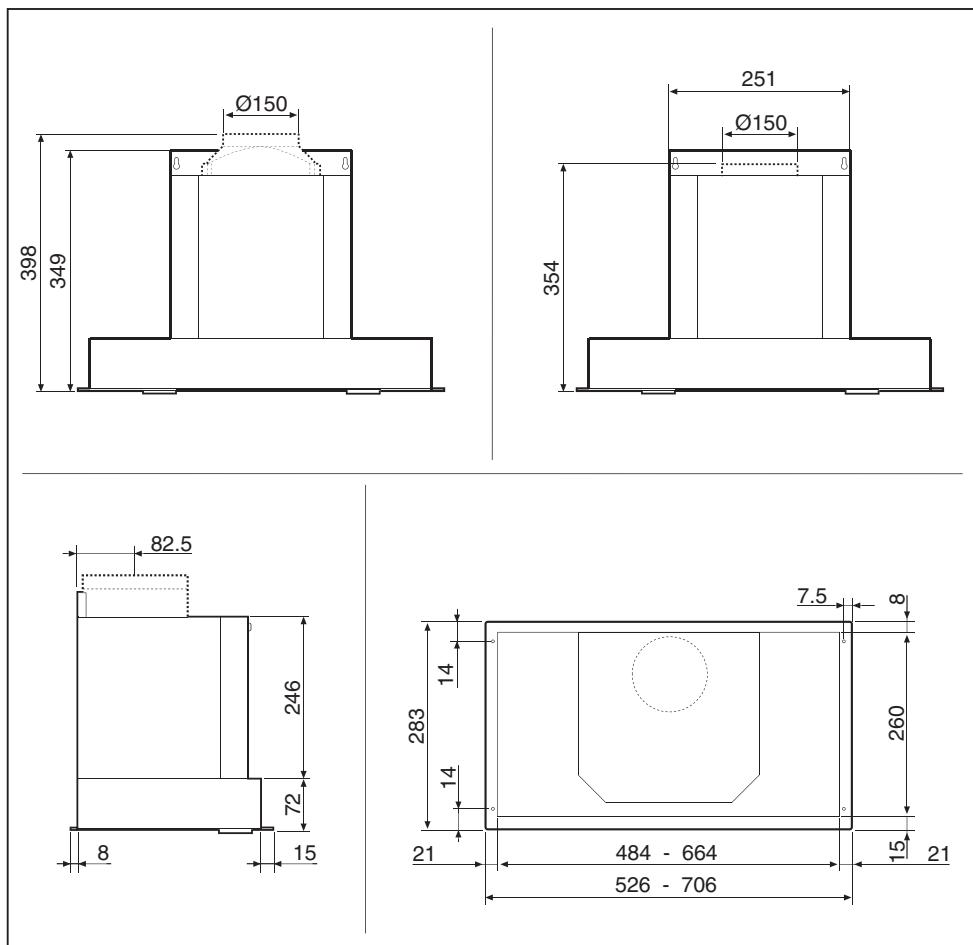
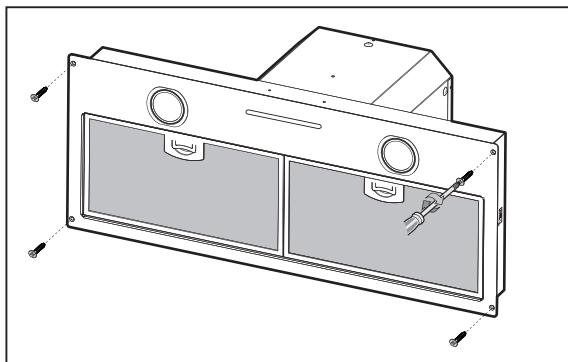

Fig.2
Fig.3
• **Montaggio della cappa nella parte inferiore del pensile:** Questo tipo di apparecchio deve essere incassato in un pensile o in altro supporto. Per il fissaggio utilizzare 4 viti idonee al tipo di mobile, eseguendo i fori seguendo lo schema in (Fig.2). Fissare definitivamente la cappa al pensile agendo con un cacciavite sulle apposite viti e avvitare fino a portare l'apparecchio a battuta con il pensile (Fig.3).